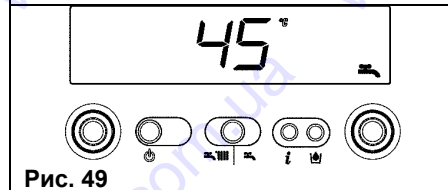

Рис. 49
**Info 4** отображается заданная температура горячей воды (рис. 49)